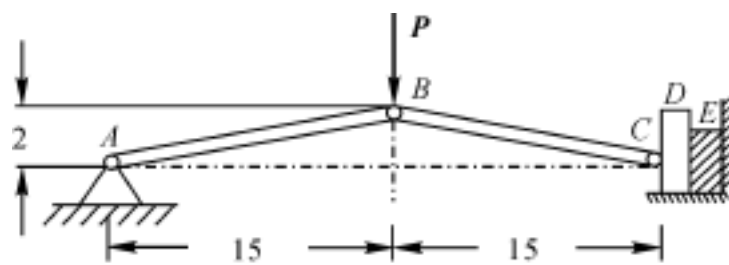

图 1.7
2. 压榨机构如图 1.7 所示, A 为固定铰链支座。当在铰链 B 处作用一个铅直力 P 时,可通过压块 D 挤压物体 E 。如果 $P = 300 \text{ N}$,不计摩擦和自重,求杆 AB 和 BC 所受的力以及物体 E 所受的侧向压力。图中长度单位为 cm 。